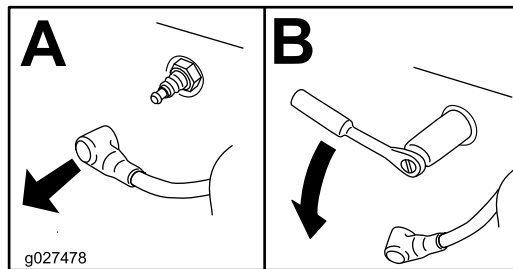

Bild 19
4. Nehmen Sie die Zündkerze heraus, wie in Bild 19 abgebildet.